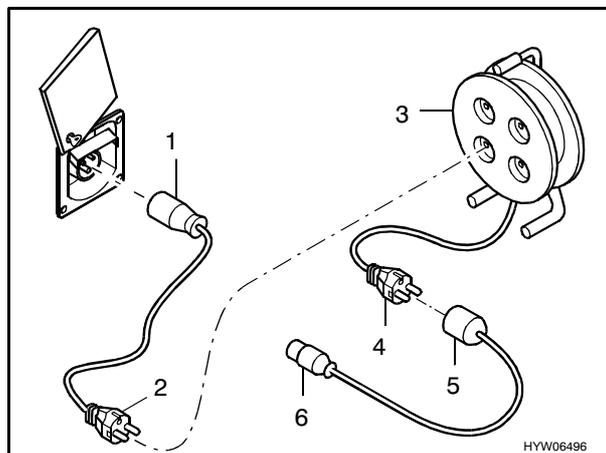

Fig. 54 Possibilità di collegamento per il collegamento a 230 V
- Ribaltare in alto la copertura (Fig. 54).
- Cavo adattatore: giunto di collegamento CEE 17 con contatto di terra (Fig. 54,1) – spina con contatto di terra (Fig. 54,2).
- Tamburo portacavo: presa con contatto di terra (Fig. 54,3) – spina con contatto di terra (Fig. 54,4).
- Cavo adattatore: giunto di collegamento con contatto di terra (Fig. 54,5) – spina CEE 17 con contatto di terra (Fig. 54,6).